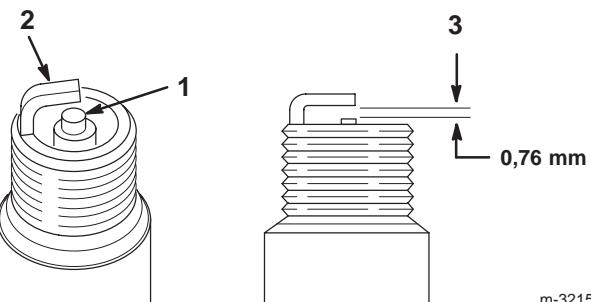

Figure 24
1. Inspectez le centre des bougies (Fig. 24). Si le bec de l'isolateur est recouvert d'un léger dépôt gris ou brun, le moteur fonctionne correctement. S'il est couvert d'un dépôt noir, c'est généralement signe que le filtre à air est encassé.
2. Contrôlez l'écartement entre l'électrode centrale et l'électrode latérale (Fig. 24). Courbez l'électrode latérale (Fig. 24) si l'écartement est incorrect.